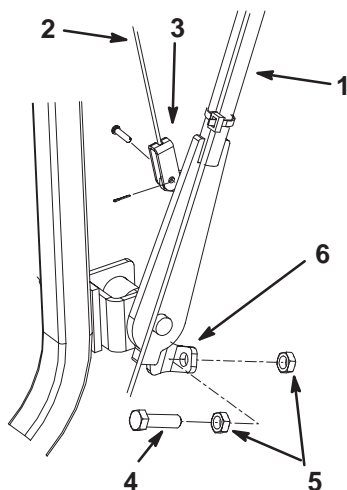

Figure 19
1. Placez le levier de vidage du bac de ramassage en arrière pour augmenter le mou du câble du bac de ramassage (Fig. 19).
2. Retirez la goupille fendue et l'axe de chape qui fixent la chape du câble à la poignée de vidage du bac de ramassage (Fig. 19).
3. Vissez complètement un écrou de blocage (1/2 pouce) sur le boulon (1/2 x 1-3/4 pouce) (Fig. 19).
4. Avancez le levier de vidage du bac de ramassage pour éloigner le bas du levier de la patte de butée (Fig. 19).
6. Fixez la chape du câble à la poignée de vidage du bac de ramassage à l'aide de l'axe de chape et de la goupille fendue retirés précédemment (Fig. 19).